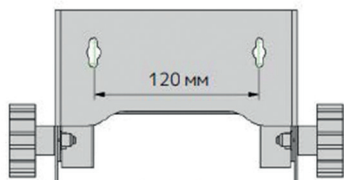

Рис. 3
2. Приложите обогреватель кронштейном к стене и разметьте места крепления (рис. 3).